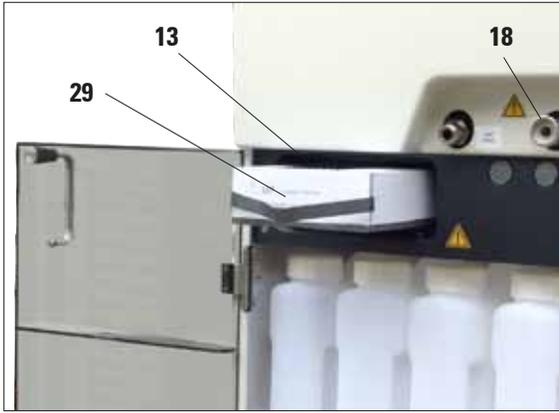

Fig. 5
- Retire o filtro de carvão ativado da embalagem (13) e insira-o no aparelho (consulte Fig. 5). Certifique-se de inserir o filtro com o lado correto voltado para cima. Ver a etiqueta (29)
Ao inserir a mangueira na conexão para enchimento/drenagem (item 18 da Fig. 5/6), o dispositivo de conexão (28) da mangueira deverá travar com um clique audível.